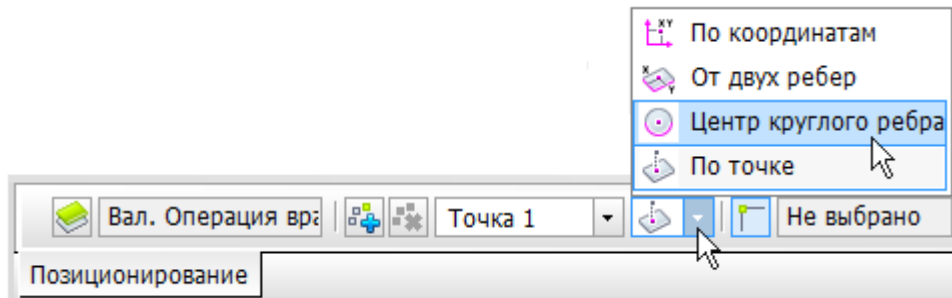

Рисунок 12.
- На панели Позиционирование откройте список Способ позиционирования точки и укажите Центр круглого ребра (рис.12).